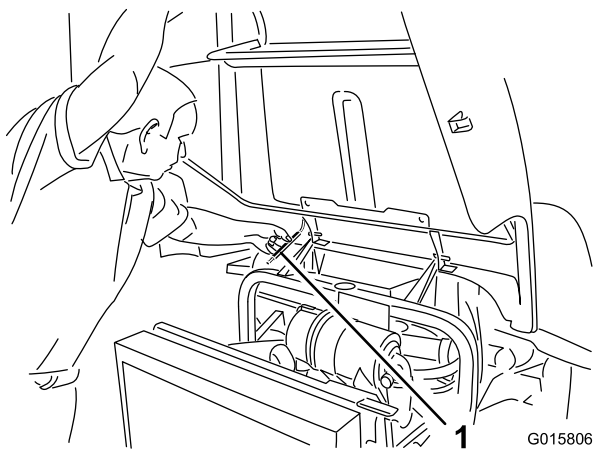

Figura 29
2. Levante el capó hasta que la varilla pueda colocarse detrás del tubo del bastidor (Figura 29).